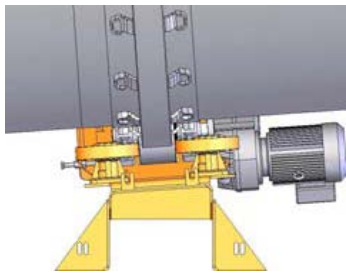

Fig. 3: Centralização do anel de rolagem / Centralization of the rolling ring
- 1º. verificar se o anel de rolagem do secador está centrado com o rolete de apoio, fig. 3. Se não estiver, deverá ser centrado, conforme demonstrado no item "Alinhamento do rolete de apoio com o anel de rolagem". Este alinhamento é importante para verificar a folga do secador com as câmaras de combustão e de aspiração;
- 1st. Check if the dryer's rolling ring is centered with the support roller, fig. 3. If it is not centered, this should be done as demonstrated in item "Alignment of the support roller with the rolling ring". This alignment is important to check the clearance from the dryer to the combustion and suction chambers.